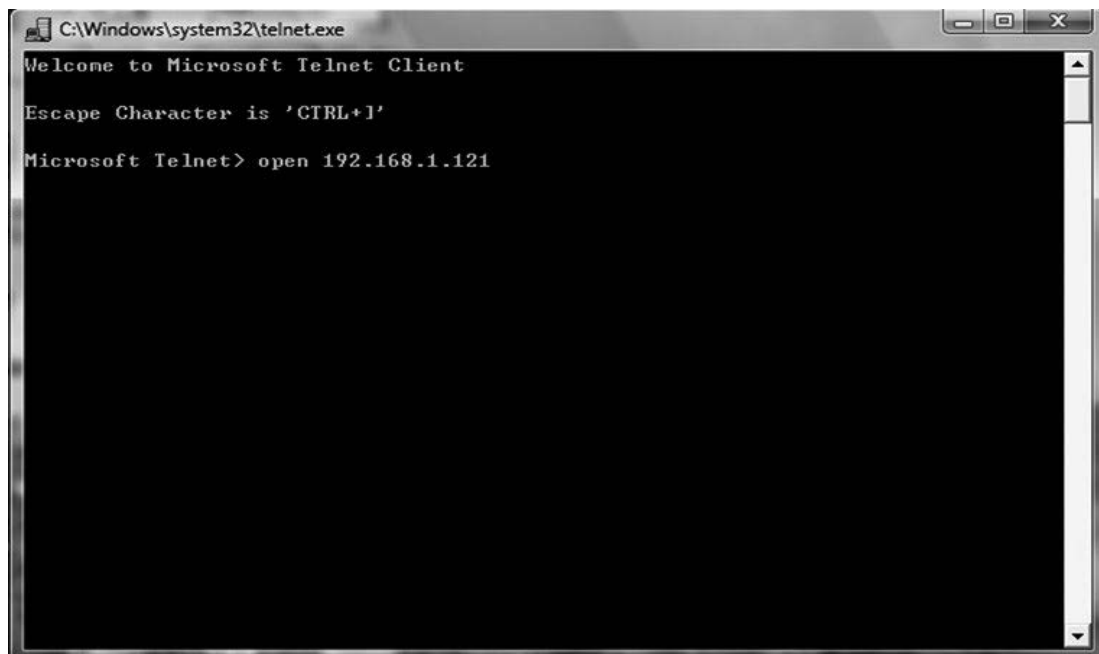

Abbildung 2-4
3.2.3.2. Geben Sie die IP-Adresse wie in Abbildung 2-4 dargestellt ein